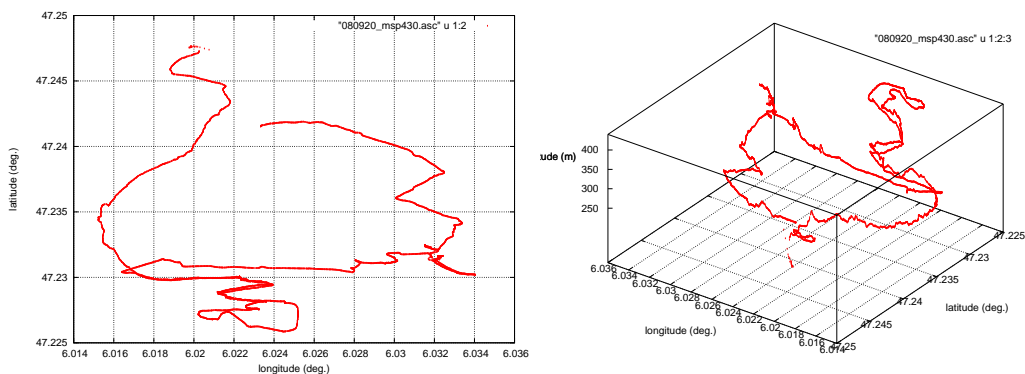

FIGURE 2 – Exemple d'acquisition de trames GPS avec une fréquence de 1 Hz, et restitution du tracé en 2D (gauche) et 3D (droite) sous `gnuplot`.
Les microcontrôleurs 8 et 16 bits ne fournissent pas une puissance de calcul importante mais sont capable d'effectuer un certain nombre d'opérations simples telles qu'asservissements et acquisitions de données. Dans tous les cas, par soucis de contrôle *a posteriori* ou de dupliquer en local les données transmises en temps réel, les applications de ces microcontrôleurs sont étendues par la possibilité de stocker ces informations sur un support peu coûteux et consommant peu de courant en mode veille (Fig. 2). Nous nous proposons d'étudier le stockage d'informations sur cartes mémoires de type MutliMediaCard (MMC) ou Secure Digital (SD).